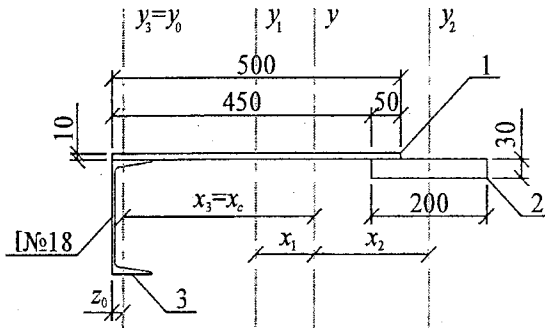

Рисунок 1.1 – Складений переріз
1. Накреслити схему, подібну до схеми на рис. 1.1, і виконати обчислення згідно з прикладом, наведеним нижче.
10. Як називаються елементи складеного перерізу, наведені на рис. 1.1?